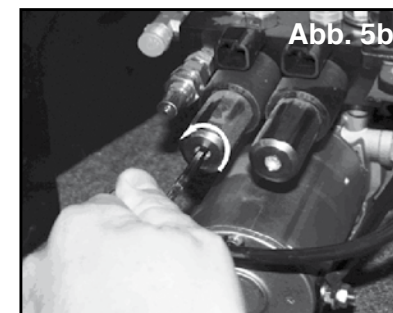

Abb. 5b
- N'oubliez pas de remettre les valves en position initiale en les faisant tourner dans le sens contraire des aiguilles d'une montre (figure 5b). Cette étape est nécessaire pour immobiliser les vérins à leur nouvel emplacement.